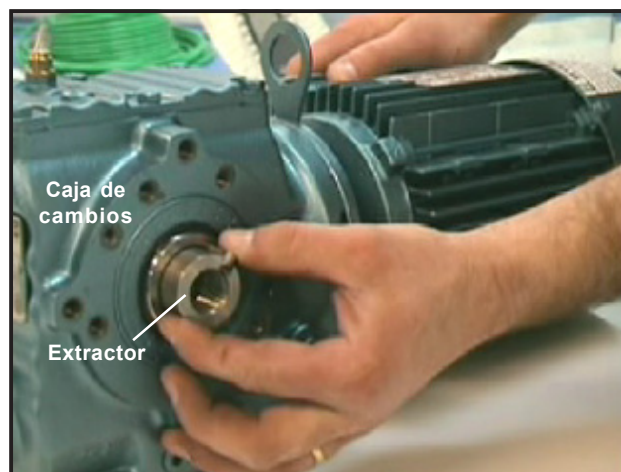

Figura 36: Inserte el extractor
- Inserte el extractor en el mismo extremo de la caja de cambios en el cual se insertará el eje motor (*Figura 36*). El perno del extractor deberá “tocar fondo” en el aro de sujeción de la caja de cambios.